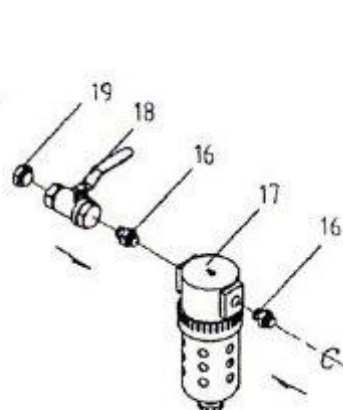

Figura 2
2. Consultați Figura 2 pentru a instala sifonul de aer (17). Există doi conectori (16) pe ambele părți ale filtrului. O supapă de alimentare cu aer (18) trebuie montată pe un conector. Un capăt al supapei de aer (18) trebuie conectat la conectorul (16), iar celălalt capăt la conectorul mamă-tată (19). Când sablatorul este gata de utilizare, conducta de aer de la compresor trebuie conectată la cuplajul mamă-tată (19).